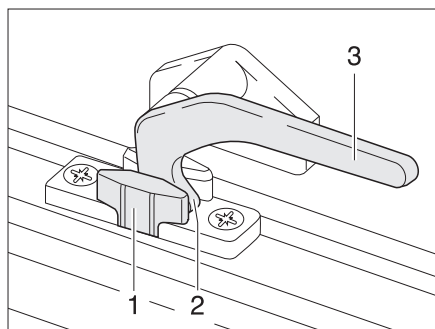

Fig. 59 Levier de verrouillage en position "Aération permanente"
- En position "Aération permanente" (Fig. 59)
- Tourner le levier de verrouillage d'un quart de tour vers le cadre de la fenêtre. Le tenon de verrouillage (Fig. 59,2) doit pénétrer alors dans le logement prévu à cet effet dans le verrouillage de fenêtre (Fig. 59,1).